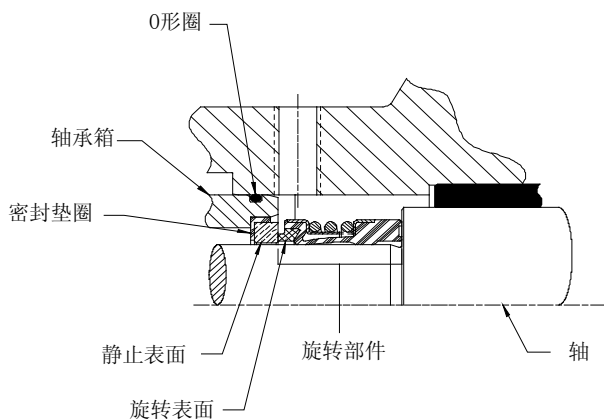

图7
- 参见图7、及第6页《机械密封》下方的注释。对底座垫圈的外径进行润滑、将机械密封的静止部件装进轴承箱的一端。注意使密封底座的光亮侧朝外。